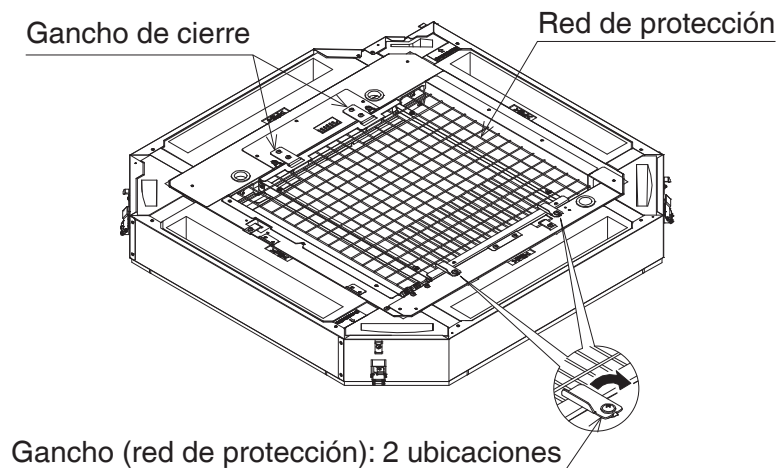

Figura 4
- (1) Retire las cintas que sujetan los 2 ganchos (red de protección) para girar los 2 ganchos (red de protección). (Consulte la **Figura 4**).